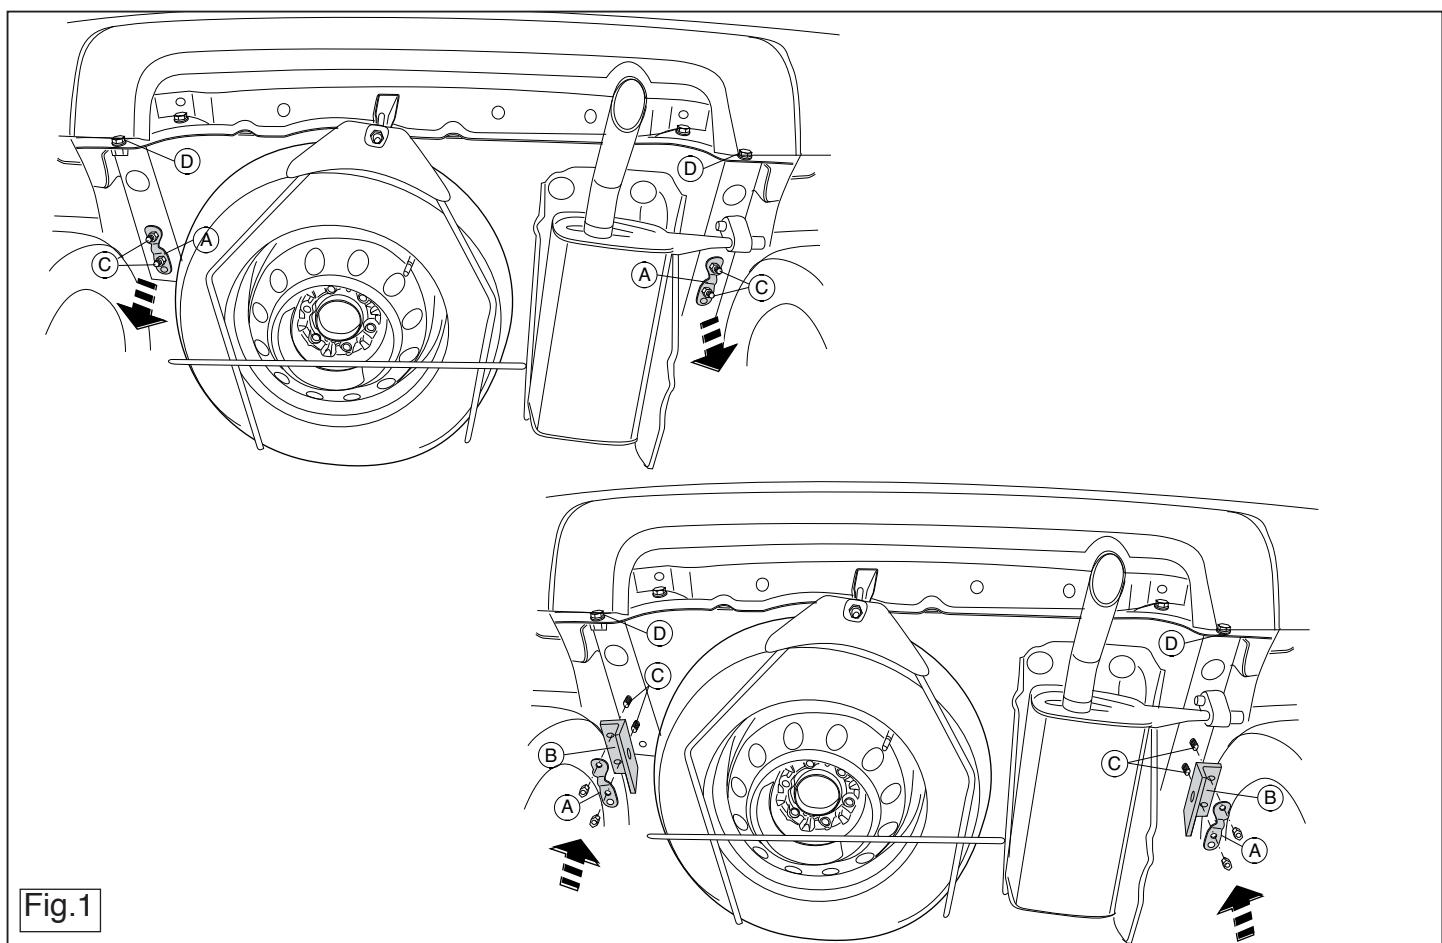

Fig.1
1. Falls vorhanden die Halterungen A links und rechts abmontieren. Siehe Abbildung 1.
2. Die Halterungen B anlegen und bei den Punkten C halbfest anbringen. Siehe Abbildung 1.
1. Démonter si présents les supports A à gauche et à droite. Voir la figure 1.
2. Positionner les supports B et les fixer aux points C, monter l'ensemble sans serrer. Voir la figure 1.
1. Снять если имеется кронштейны А слева и справа. См. рисунок 1.
1. Demonter om de findes støtterne A til venstre og højre. Se fig. 1.
2. Anbring beslagene B og fastgør dem på punkterne C, fastgør det hele med håndkraft. Se fig. 1.